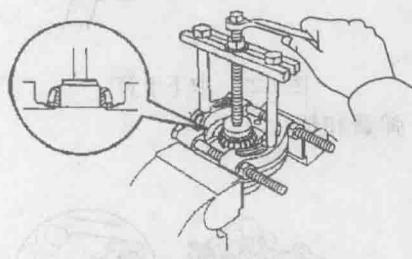

图 1-35 取下圆锥滚子轴承
35) 用图 1-35 所示方法将差速器壳上的圆锥滚子轴承取下。